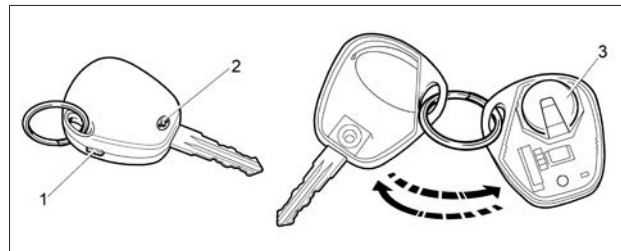

Рис. 52. Замена элемента питания пульта дистанционного управления
- выкрутите винт **2** (рис. 52) со стороны корпуса, противоположной кнопкам управления;